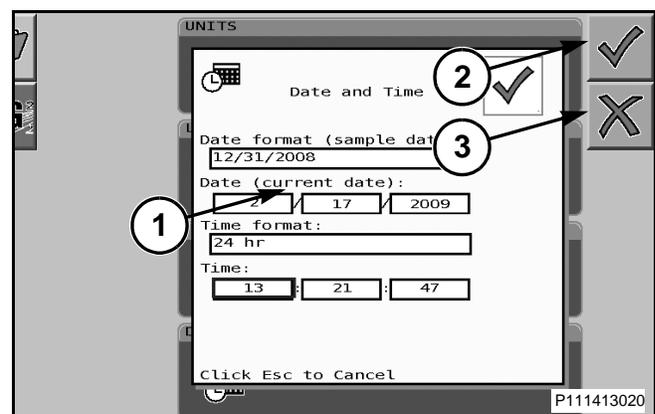

FIG. 86
FIG. 86: Para ajustar la hora, presione el botón de la rueda de selección para activar la casilla de horas (1) y a continuación desplácese hasta la hora correcta. Presione el botón de la rueda de selección para ir a la casilla de los minutos y a continuación desplácese hasta los minutos correctos. Presione el botón de la rueda de selección para ir a la casilla de los segundos y a continuación desplácese hasta los segundos correctos. Presione el botón de la rueda de selección o la tecla rígida situada junto al icono de marca de verificación (2) para aceptar el ajuste. Para cancelar la selección, presione la tecla rígida situada junto al icono X (3).